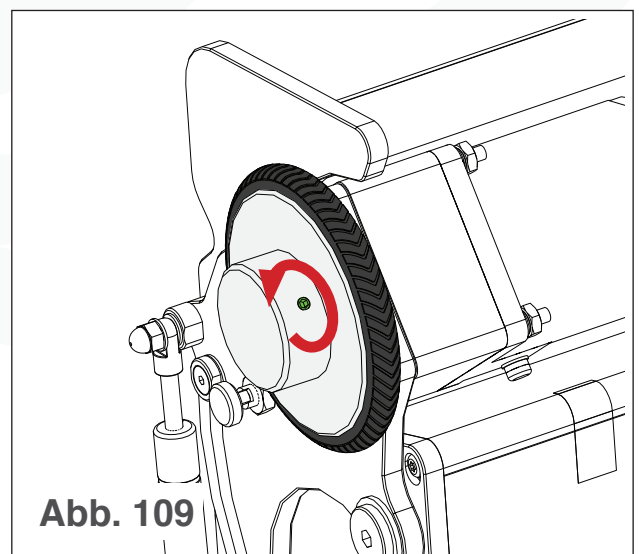

Abb. 109
3. Lösen Sie mit einem $\frac{3}{32}$: Innensechskantschlüssel die Antriebsradstellschraube (siehe Abb. 109).